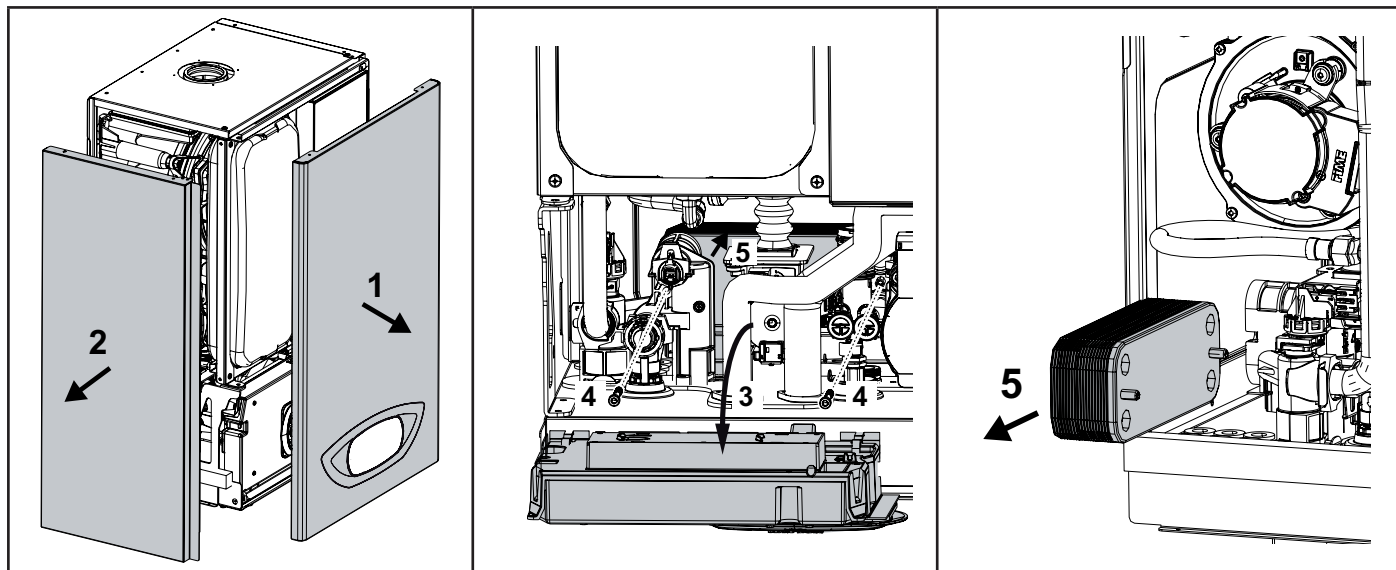

fig. 185 - Sostituzione/manutenzione scambiatore a piastre
- Ruotare la scatola del cruscotto "3" fig. 185
- Svitare le viti "4" fig. 185
- Far arretrare lo scambiatore a piastre "5" fig. 185 e farlo scorrere verso sinistra.